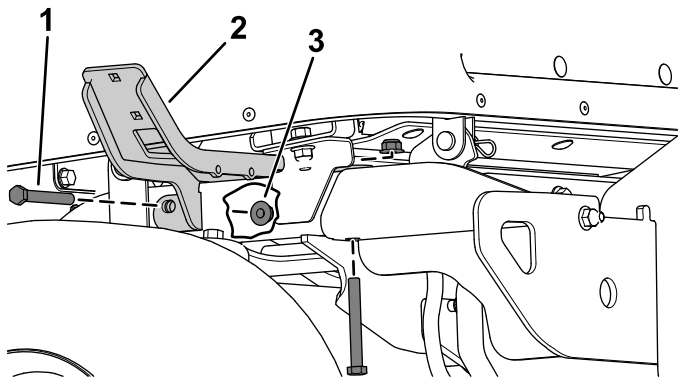

Figure 22
2. Fixez les supports gauche et droit aux tubes arrière du cadre à l'aide de 2 boulons à tête hexagonale ($\frac{3}{8}$ " x 3") et 2 contre-écrous ($\frac{3}{8}$ ") de chaque côté (Figure 22).